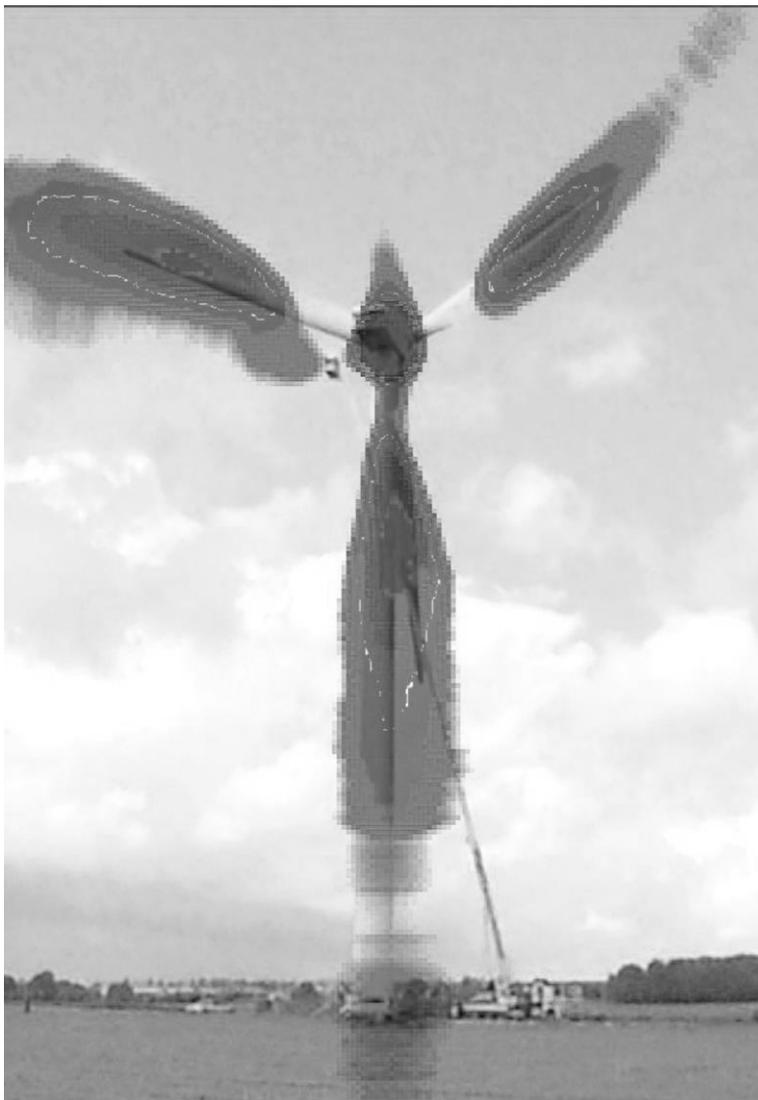

Bild 1: Aufnahme einer Windkraftanlage
bei Infrarotwärmebildkameras kartiert. Bei Verwendung der Standardeinstellung werden laute Bereiche rot und leise Bereiche blau dargestellt. Gebiete, in denen der Schalldruck kleiner als ein einstellbarer Schwellwert ist, werden nicht eingefärbt, sie bleiben durchsichtig. Die Schallkarte, auch als Akustisches Foto bezeichnet, wird mit einem gleichzeitig aufgenommenen optischen Foto einer Videokamera überlagert. Im Resultat erhält der Anwender ein anschauliches Bild der Schalldruckverteilung während der Messung. Bild 1 zeigt ein typisches Akustisches Foto, bei dem die verschiedenen Quellen, die am Aufnahmeort zu hören sind, visualisiert werden.
- Bild 1 Windkraftanlage (/Bilder/windkraft_bw.jpg)